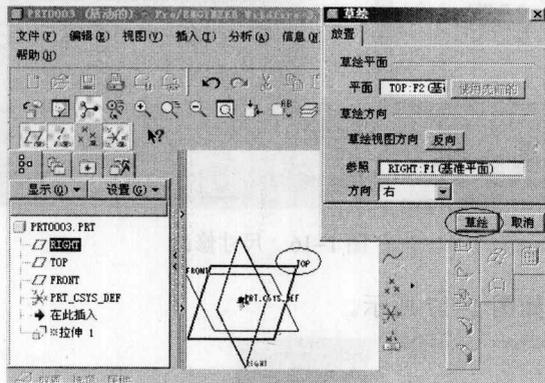

图 1-12 【草绘】对话框
- (3) 出现【草绘】对话框后，移动鼠标到绘图区，选择 TOP 平面为绘图面，接着在【草绘】对话框中单击【草绘】按钮，如图 1-12 所示。